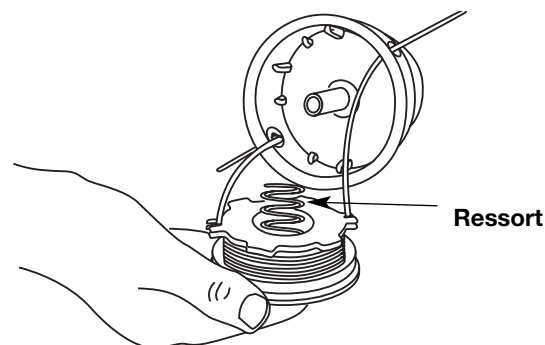

Fig. 23
- Insérez les extrémités du fil dans les œillets de la bobine extérieure et placez le moulinet et le ressort dans la bobine (Fig. 23). Enfoncez le moulinet et la bobine ensemble. Tout en tenant le moulinet et la bobine, saisissez les extrémités et tirez fermement pour dégager le fil des fentes de retenue de la bobine.
- Insérez les extrémités du fil dans les œillets de la bobine extérieure (Fig. 23).